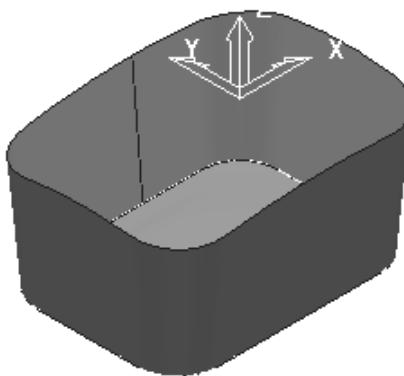

图 2-174 打开范例文件
- 2) 选择下拉菜单中的“文件”→“打开项目”命令，弹出“打开项目”对话框，选择“exercise25”（“随书光盘:\第 2 章\exercise25\uncompleted\exercise25”）目录，如图 2-174 所示。